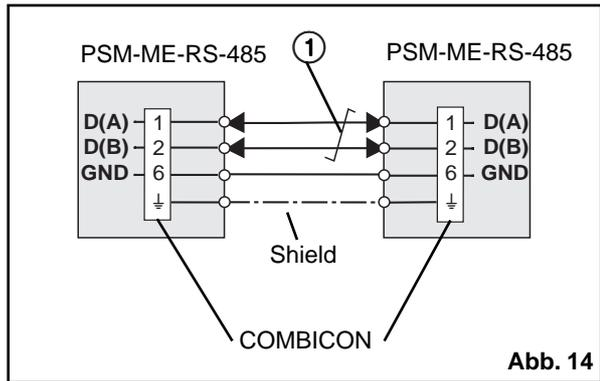

Abb. 14
- 6) Verbinden Sie für eine Kopplung zweier RS-485-Schnittstellen die Anschlüsse nach Abb. 14 miteinander. (1) = verdrehtes Adernpaar/twisted pair) Die Verbindung von GND wird empfohlen, ist aber für die Funktion nicht zwingend erforderlich.